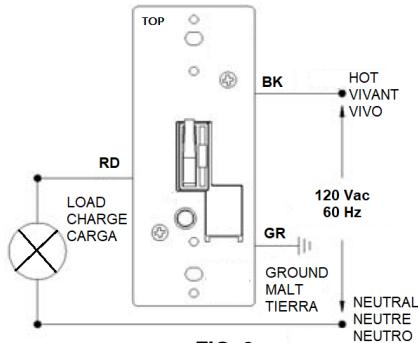

FIG. 3
- Câblage unipolaire. Raccorder les fils conformément au diagramme (FIG. 3) comme suit :
- Cableado unipolar. Conectar los cables según el diagrama (FIG 3) de la siguiente manera:
6A. Single pole wiring. Connect wires per diagram (FIG 3) as follows: